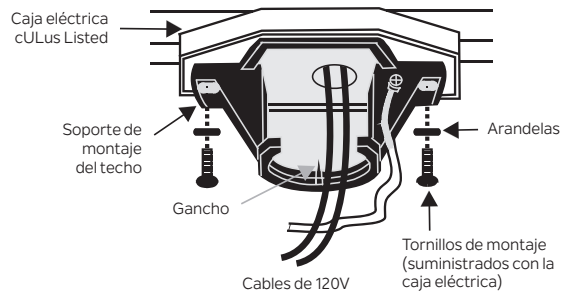

Figura 5
Paso 1. Pase los cables de suministro de 120 voltios a través del orificio central en el soporte de suspensión del techo como se muestra en la Figura 5.